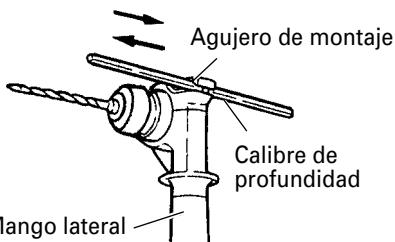

Fig. 16
- (1) Modo de usar el calibre de profundidad (Fig. 16)
- (2) Afloje el perno de perilla del asa lateral, e inserte el calibre de profundidad en el surco en U de dicha asa lateral.